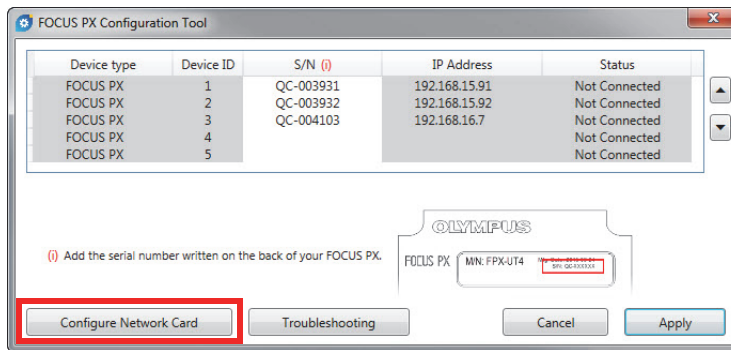

图 5-2 启动网卡的配置
3. 单击 **Configure Network Card**（配置网卡）（参见第 24 页的图 5-2）。